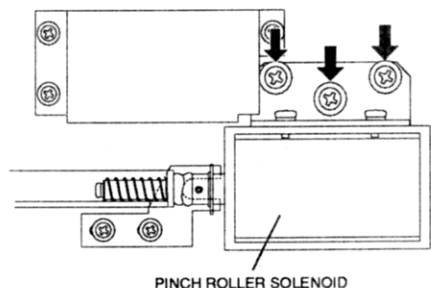

図5-13 圧着力調整
5. ソレノイド取付板をデッキ・プレートに固定しているねじを緩め、ソレノイドの位置を変えて圧着力を調整する(図5-13参照)。ソレノイドを機械の中央方向に動かすと圧着力は弱まる。測定と調整を繰り返す。適正値を得たら外した部品を元に戻す。